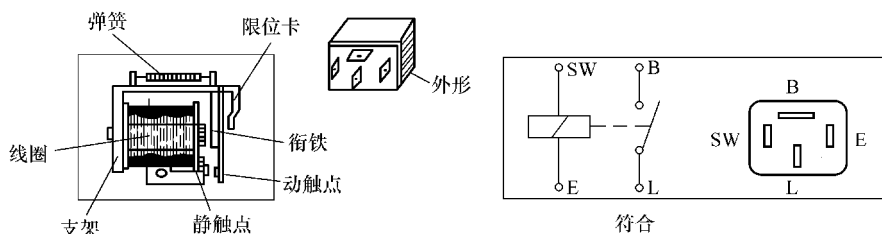

图 10-20 前照灯继电器
(3) 前照灯继电器 如图 10-20 所示为触点常开式前照灯继电器的结构和引线端子，端子 SW 与前照灯开关相连，端子 E 搭铁，端子 B 与电源相连，端子 L 与变光开关相连。当接通前照灯开关后，继电器铁心通电，触电闭合，通过变光开关向前照灯供电。